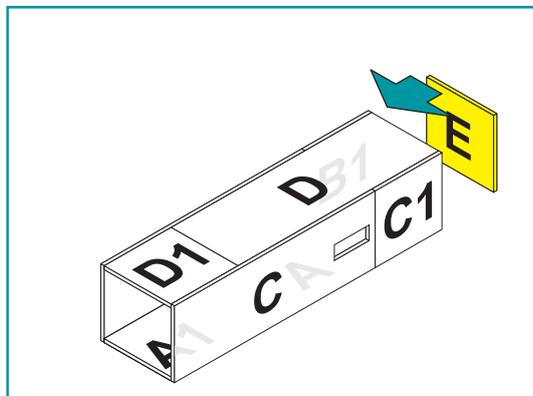

figura 9
2.2.8 Monte el panel E a los paneles B1 y C1. (figura 9)